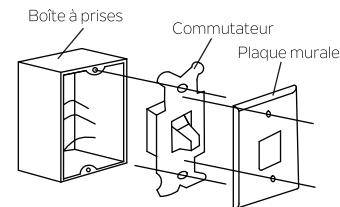

Fig. 28
**Étape 1.** Retirer la plaque murale présente et l'ancien interrupteur de la boîte à prises murale. Deconnecter le câble. (Fig.28)